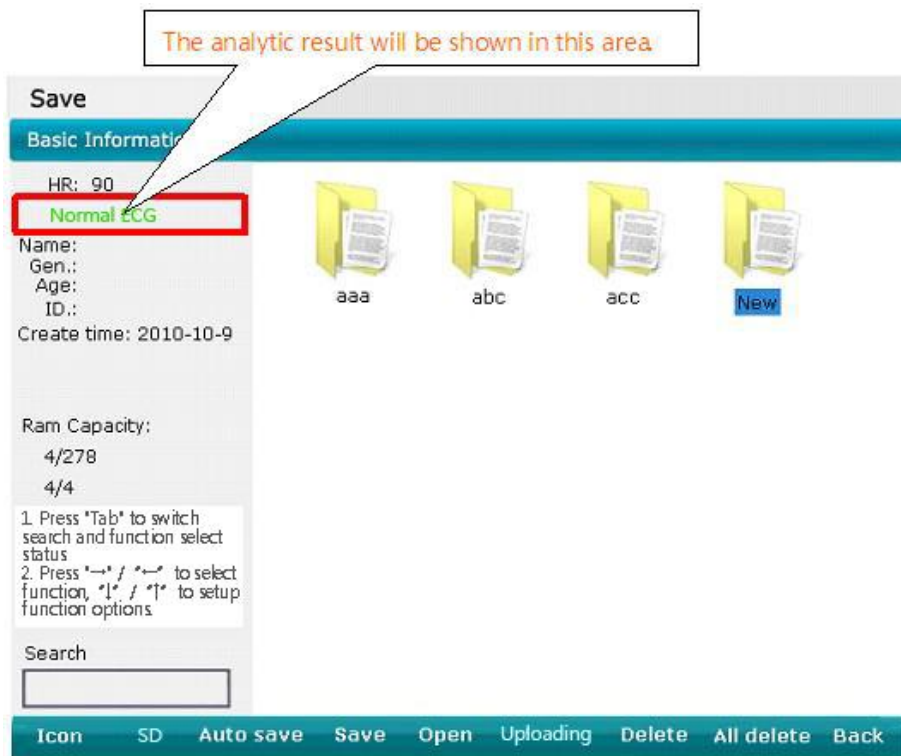

Figura 5-17 Interfaccia modalità Icone
- Risultato analitico (Vedi Figura 5-17)
Vedi Figura 5-17 per i dettagli.